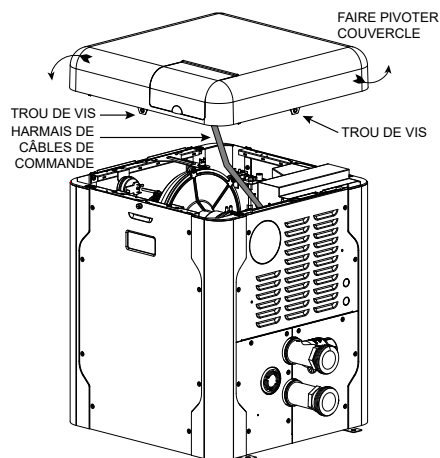

Figure 34. Retrait du couvercle de l'appareil
Pour faire pivoter le couvercle, retirez les (2) vis moletées qui l'unissent à la paroi de l'appareil, comme indiqué ci-dessous. Faites pivoter le couvercle à la position désirée et réinstallez les vis moletées pour le fixer à la paroi de l'appareil, voir **Figure 34**, page 28.
1. Retirez les vis moletées des faces avant et arrière, voir Figure 34.